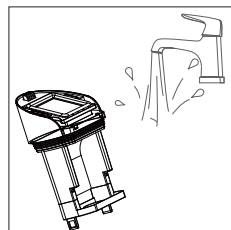

Fig. 18 – Pulizia del tappo
- ▶ Lavare il tappo sotto l'acqua corrente (**vedere Fig. 18**).